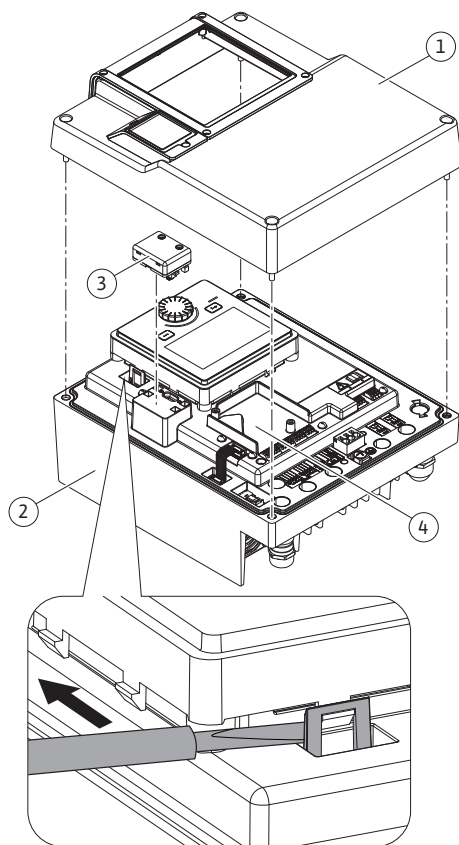
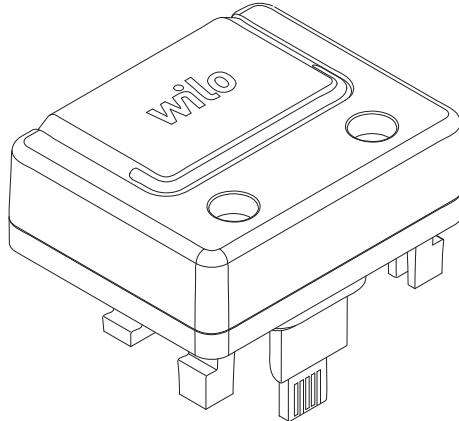

Fig. 25: Module électronique
Fig. 26: Module BT Wilo-Smart Connect
1. Ouvrir avec précaution les crochets d'encliquetage (Fig. 25) à l'aide d'un outil (p. ex. un tournevis).
L'interface Bluetooth du module BT Wilo-Smart Connect (Fig. 25, pos. 3 et Fig. 26) permet d'établir la connexion avec des appareils mobiles, comme les smartphones et les tablettes. La fonction Wilo-Smart Connect se trouve dans l'application Wilo-Assistant. La fonction Wilo-Smart Connect permet de commander et de régler la pompe, mais également de consulter ses données de fonctionnement. Voir les réglages au chapitre « Mise en service » [► 277].
1. Desserrer les quatre vis de la partie supérieure du module électronique (Fig. 25, pos 1 ; Fig. I, pos. 2).
3. Insérer le module BT Wilo-Smart Connect dans l'interface Wilo-Connectivity Interface prévue à cet effet. Voir Fig. 25, pos. 3.
Les modules CIF (accessoires) servent à établir une communication entre les pompes et la gestion technique de bâtiment. Les modules CIF sont enfichés dans le module électronique (Fig. 25, pos. 4).